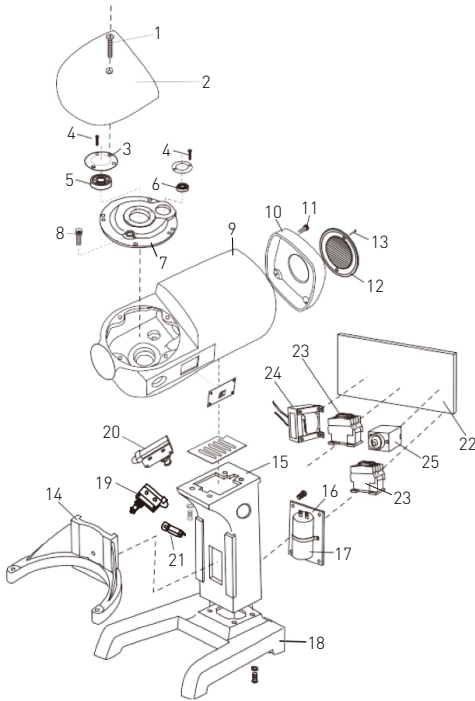

Fig. 1 : Système d'engrenage, support pour la cuve et support de l'appareil
- Dans la partie supérieure de l'appareil - système d'engrenage, support pour la cuve et support de l'appareil (Fig. 1) ;